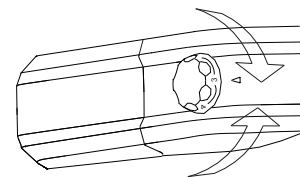

Fig.11
**Aleen in het geval dat de producten in de koelruimte te sterk afkoelen, voorzichtig de thermostaatknop naar 0 draaien. (fig. 11)**